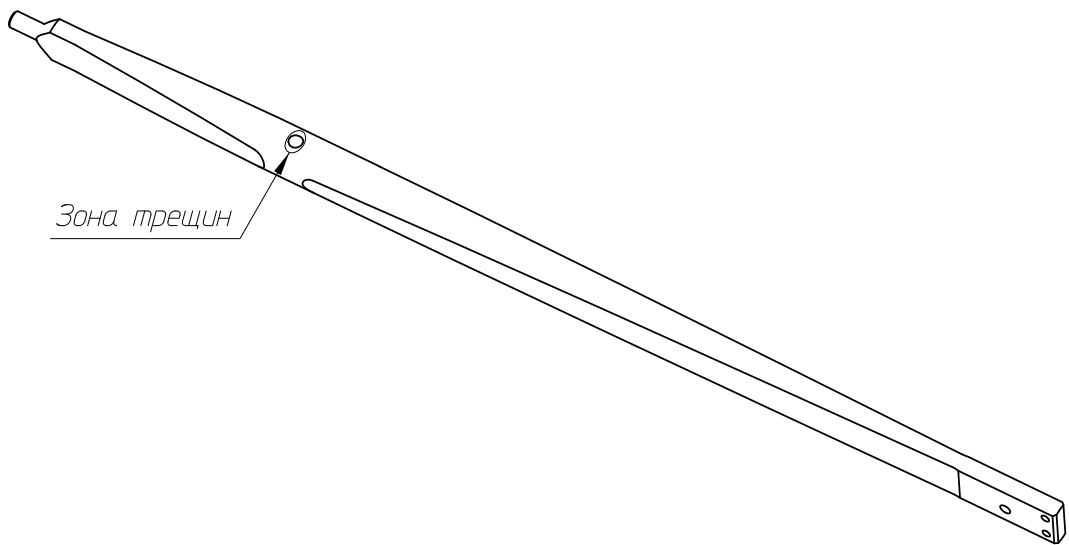

рис. 4
7. Снять рессору (1) и осмотреть на наличие трещин, обратив особое внимание на указанную зону (см. рис.4).
8. Снять кронштейн (3), открутив восемь болтов(14) и осмотреть на наличие трещин.